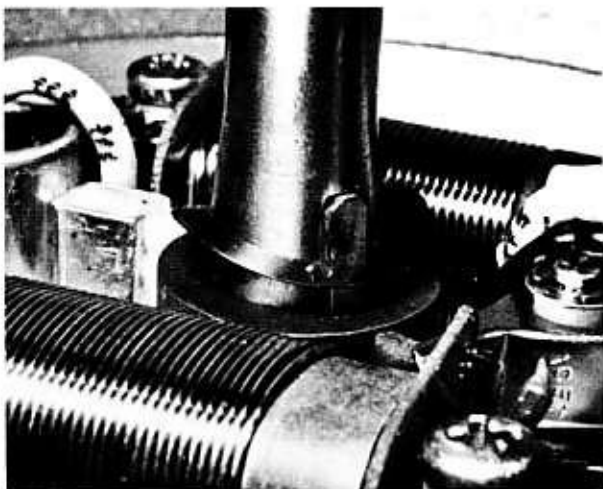

Bild 41
- Den Schmierfilz des Unterbrechnockens mit einem bis zwei Tropfen Maschinenöl versehen und den Unterbrechnocken auf den Kurbelwellenstumpf aufschieben. Der Nocken muss richtig über dem Wellenkeil sitzen. Beim Auflegen der Wellenscheibe auf den Ausschnitt für den Keil achten (Bild 41).